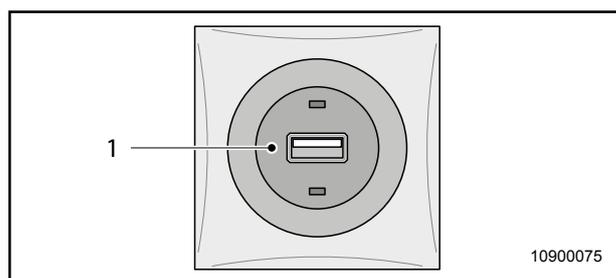

Fig. 40 Presa USB
Alcune piantine di veicoli dispongono, nella zona abitativa, di una presa USB (Fig. 40, pos.1), alla quale possono essere collegati dispositivi idonei per essere caricati.